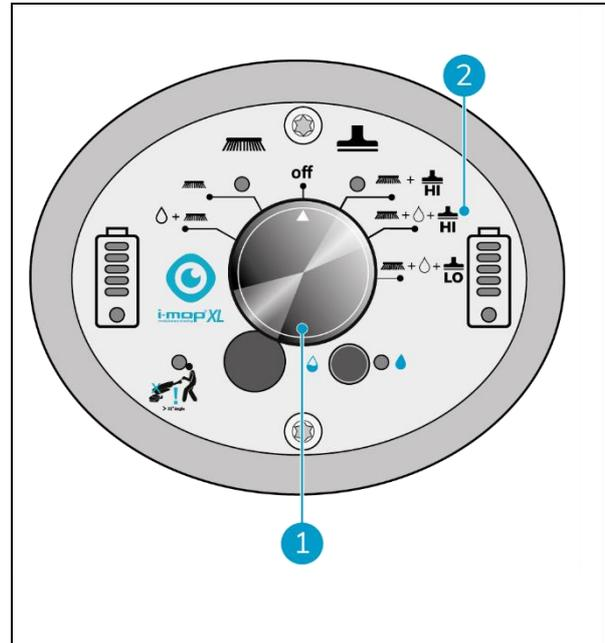

Abbildung 27
Die Winkelwarnanzeige blinkt in dem blau eingekreisten Bereich, sobald der Bediener unter 32 Grad sinkt. Die Kontrollleuchte leuchtet auf und die Wasserrückgewinnung wird unterbrochen. Wenn der Griff über 32 Grad angehoben wird, startet der Saugmotor nach 5 Sekunden erneut. (Abbildung 27)
2. Verwenden Sie den i-mop XXL Pro Hauptschalter (Abbildung 27, Pos. 1) und wählen Sie MODE 4 Bürste + Wasser/Reinigungslösung + Trockensaugen (Abbildung 27, Pos. 2).